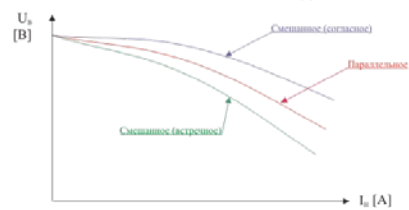

РИС. 2
4. По данным таблицы 2 построить внешние характеристики $U = f(I_H)$ (см. рис.2),